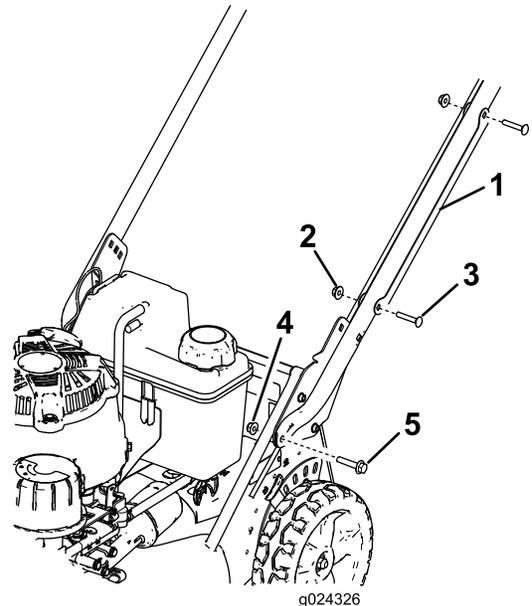

Figure 3
- Déposez le protège-câble du guidon (Figure 3) en retirant les 2 boulons de carrosserie et les 2 contre-écrous qui le fixent au guidon.
hexagonale (5/16 x 1½ po) et de 2 écrous à embase (5/16 po), comme montré à la Figure 3.
- Positionnez le protège-câble sur le guidon en recouvrant le(s) câble(s), et fixez-le solidement au guidon au moyen des 2 boulons de carrosserie et des 2 contre-écrous retirés précédemment (Figure 3).